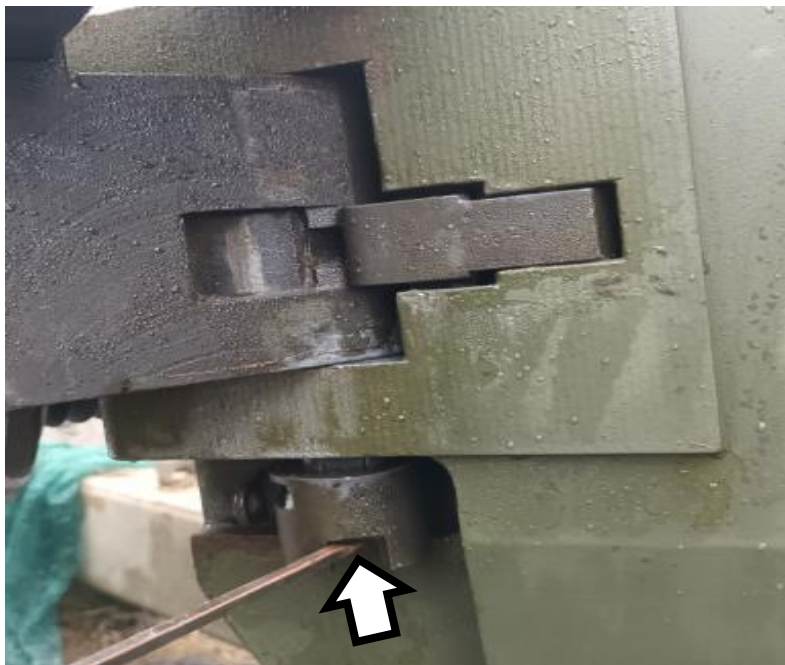

Рисунок 7
2. Нажать на пружинную защёлку оси рукоятки затвора и удерживать её до подъёма рукоятки (Рис. 7).